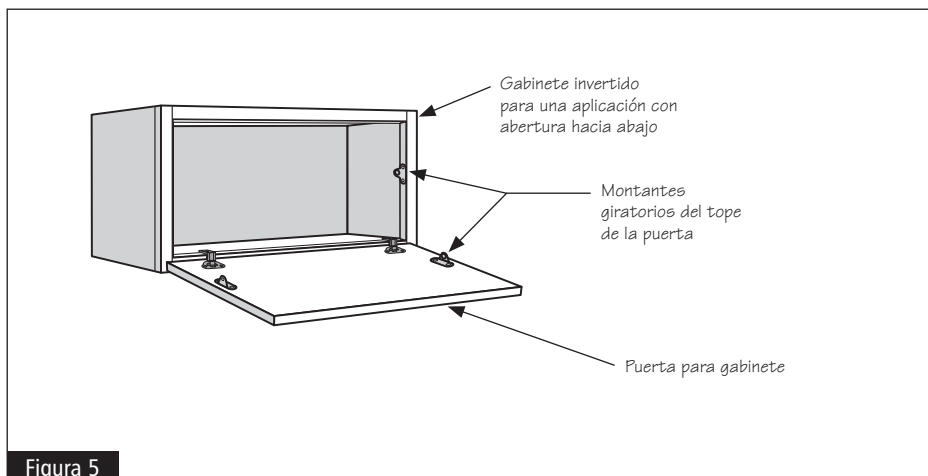

Figura 5
- 4** Gire el gabinete en 180° de manera que la puerta se abra hacia abajo. Consulte la figura 5.